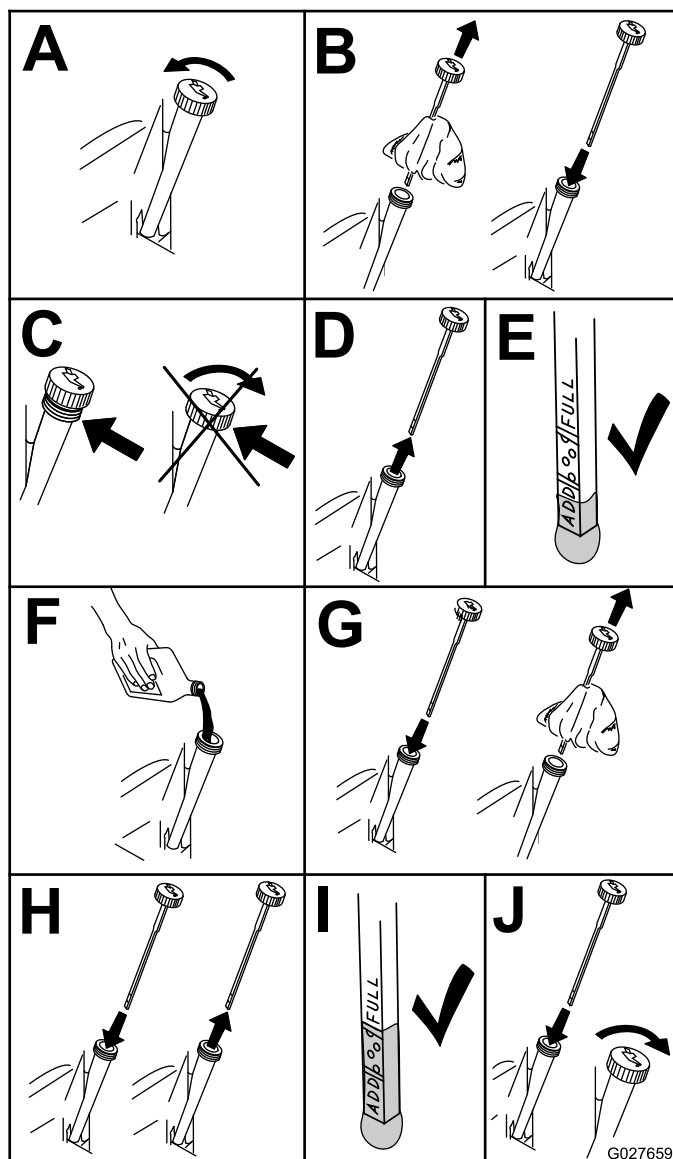

Figure 30
4. Contrôlez le niveau d'huile moteur (Figure 30).